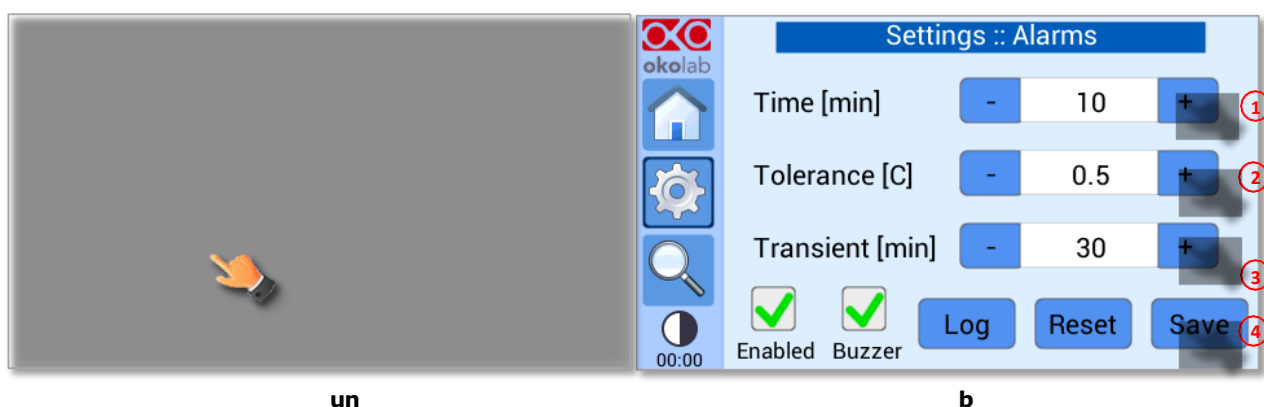

Figura 59. Impostazioni allarmi. (a) Come accedere al menu di impostazione della sveglia; (b) Configurazione degli allarmi
Per impostare le specifiche degli allarmi, premere sull'icona Allarmi ; vedere la Figura 59(a) quindi seguire le indicazioni seguenti:
- 1 Inserire l'ora dell'allarme, ovvero il tempo durante il quale la temperatura dei dispositivi di riscaldamento può rimanere al di fuori della tolleranza consentita prima che il controller si attivi in allarme, vedere 1 nella Figura 59(b)
- 2 Inserire il valore di Tolleranza, vedere 2 nella Figura 59 (b). Questo valore definisce la tolleranza consentita dal set point.
- 3 Inserire il tempo transitorio, ovvero il tempo massimo che il sistema può impiegare per raggiungere un nuovo set point, senza far scattare l'allarme, vedi 3 in Figura 59 (b).
- 4 Contrassegnare la scheda con l'etichetta Buzzer se si desidera che l'allarme sia acustico, oltre che visivo, vedere la Figura 59(b)
- 5 Contrassegnare la scheda con l'etichetta Abilitato per abilitare la logica degli allarmi, vedere la Figura 59(b)